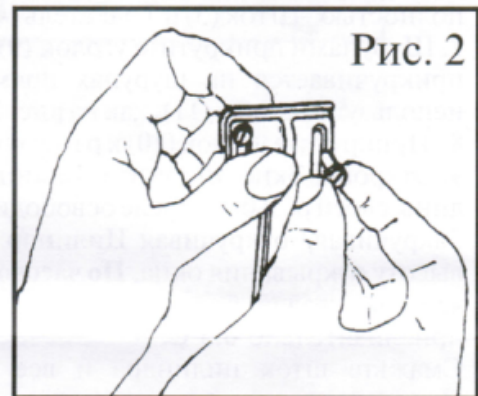

Рис. 2
6. Теперь выкрутите Цилиндр (1) из Держателя цилиндра (2), но не вынимайте Цилиндр полностью. Шток (3) и Толкатель (4) оставьте собранными.
7. Шурупами прикрутите уголок (9) к раме теплицы (см. рис7). В деревянной теплице уголок прикручивается на шурупах прямо в раму. В алюминиевой теплице для закрепления используйте скобы (11), как на рис. 2.
8. Прикрутите уголок (10) к раме окна. окно должно быть в закрытом положении.
9. Откройте окно. Вкрутите Цилиндр (1) в Держатель цилиндра (2), приблизительно до середины своей резьбы. После освободите окно.